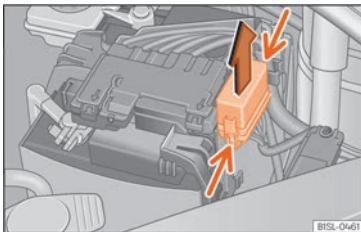

Abb. 46 Im Motorraum: Abdeckung des Sicherungskastens.
- Verriegelungstasten drücken, um die Abdeckung des Sicherungskastens » **Abb. 46** zu entriegeln.